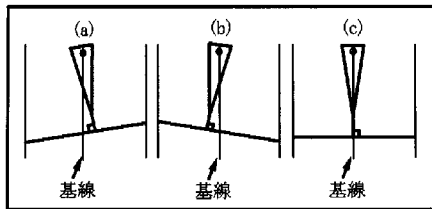

図1-9
⑤ POSITIONツマミを早く2～3度回して図1-9(c)の様にペンの直角性をチェックしてください。
ペン先が中央線からずれると図1-9(a), (b)の様になります。